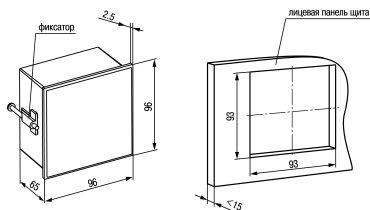

Рисунок 4.2 – Габаритные размеры корпуса Щ1
1. Подготовить на щите управления монтажный вырез для установки прибора (см. рисунок 4.2).